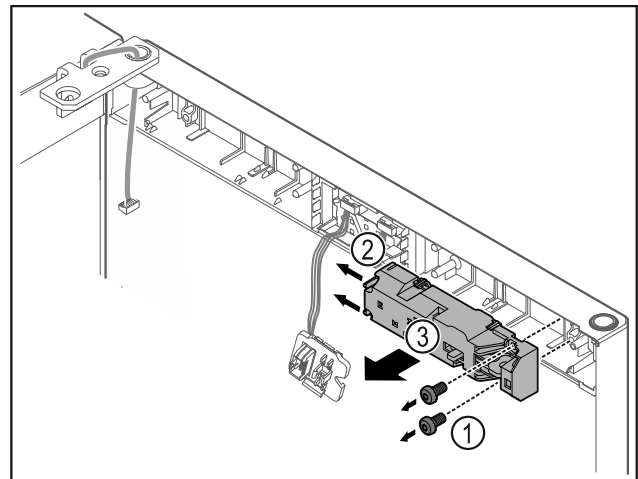

Fig. 18
- Odstráňte skrutky Fig. 18 (1).
- Potlačte výstupky Fig. 18 (2) do strany a odoberte diaľkový zámok Fig. 18 (3).